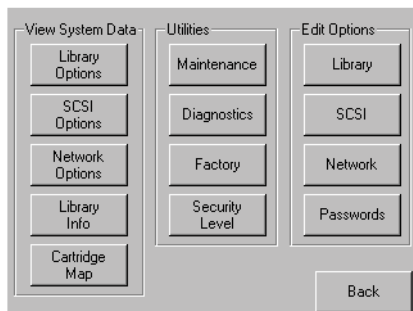

図3-2: メニュー画面
2. GUIの[Edit Options]エリアにある[Library]ボタンを押します (図3-2を参照)。